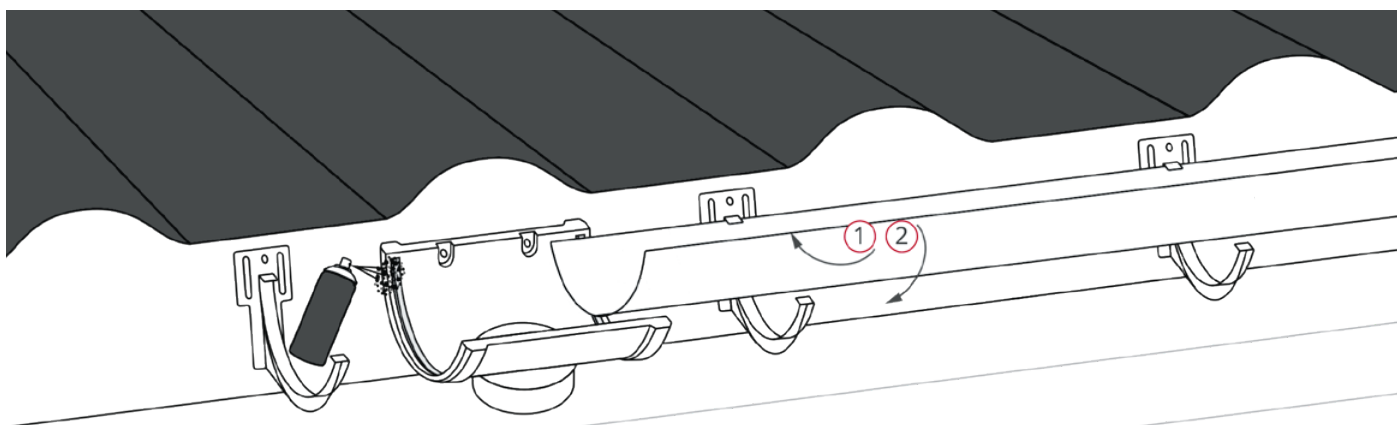

Рисунок 9
2. Желоба необходимо вставлять в фитинги (воронка, соединитель желобов, углы желоба) до отметки «Вставить до сих пор» (рис. 9).